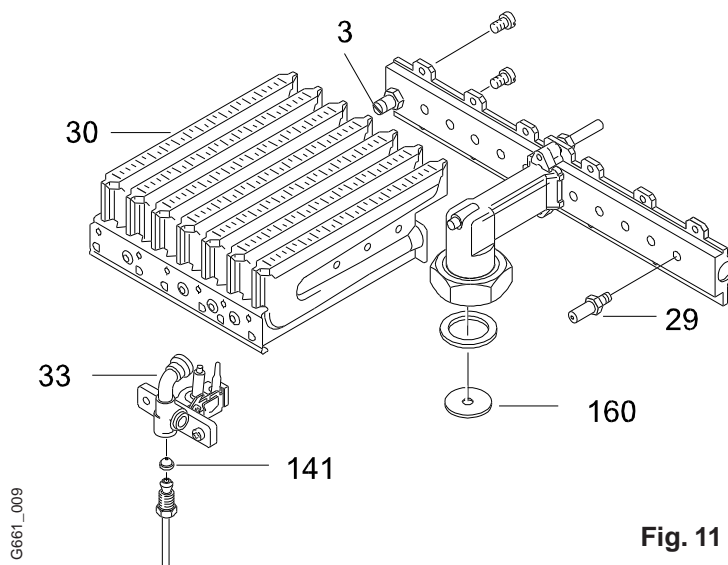

Fig. 11
2. Desmontar el quemador (pos. 30, fig. 11). Desenroscar los grupos izquierdo y derecho del quemador y cambiar las boquillas inyectoras (pos. 29, fig. 11).
3. Cambiar la boquilla del quemador piloto (pos. 141, fig. 11).
5. Cambiar la arandela de estrangulación (pos. 160, fig. 11).